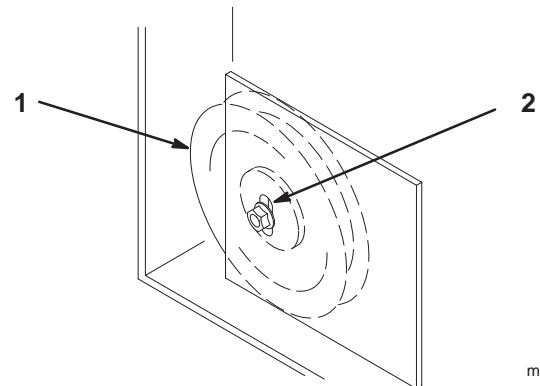

Figure 66
9. Si un réglage est nécessaire, desserrez la poulie de renvoi fixe sur la plaque de support droite et déplacez-la en haut ou en bas de la fente de réglage (Fig. 66). Pour détendre la courroie, tirez sur la poulie de tension rappelée par ressort.